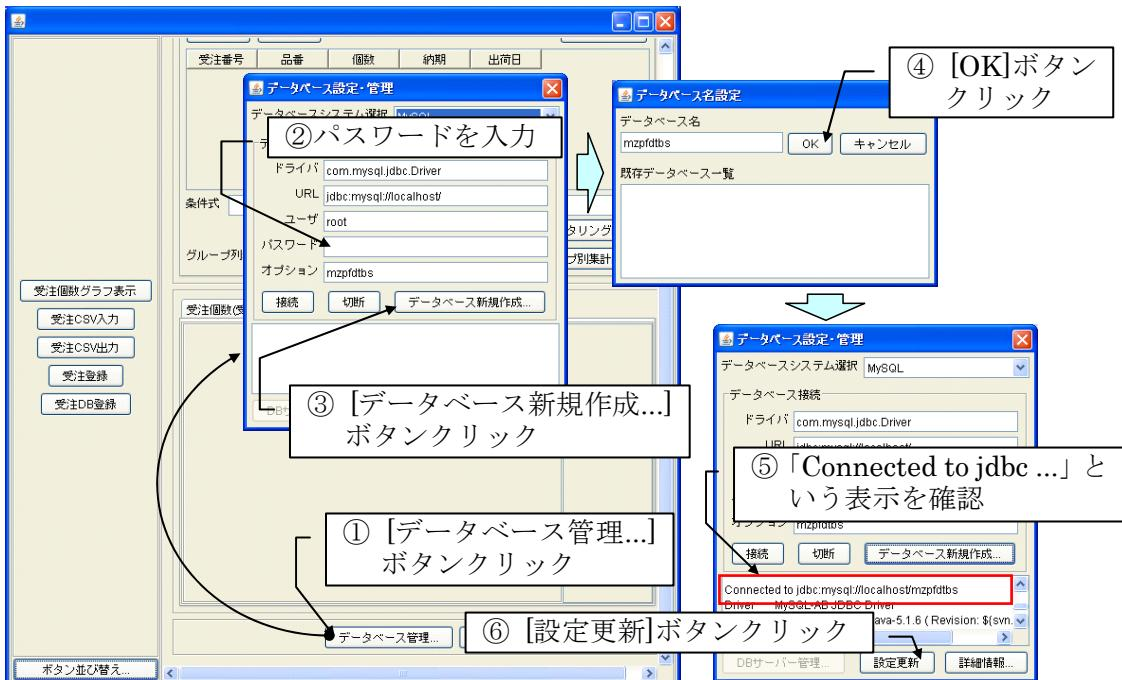

図 82 データベース新規作成
- データベース連携モジュールを使用する場合には、まず、接続先のデータベースを新規に作成しておく必要があります。データベースの新規作成は以下のようにして行います（図 82）。
- ① アプリケーション下部の[データベース管理...]ボタンをクリックします。データベース設定・管理用のダイアログが表示されます。
- ② データベース接続用のパスワードを入力します。「オプション」欄には、新規に作成するデータベース名を入力します。デフォルトのデータベース名として「mzpfdtbs」というテキストが書かれていますが、変更しても構いません。
- ③ [データベース新規作成...]ボタンをクリックします。データベースの名前確認と新規作成を行うためのダイアログが表示されます。
- ④ [OK]ボタンをクリックします。この操作によりデータベースを新規に作成し、作成したデータベースへの接続が開始されます。
- ⑤ データベース設定・管理ダイアログ下部のテキストエリアに「Connected to jdbc ...」と表示されていることを確認します。
- ⑥ [設定更新]ボタンをクリックします。入力したパスワードおよびデータベース名がアプリケーションデータとして保存されます。ダイアログを閉じます。